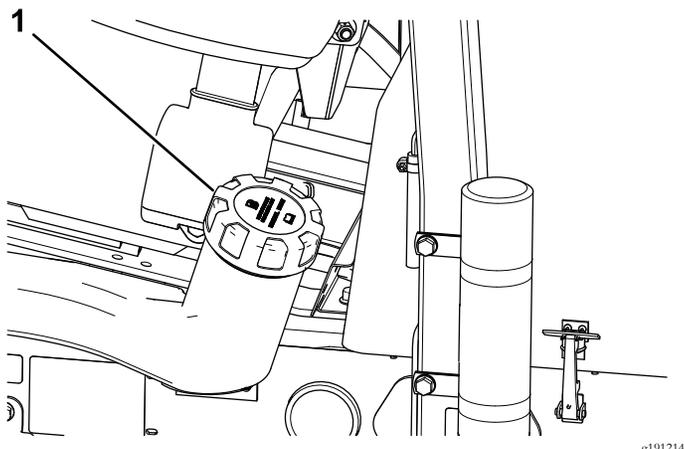

Рисунок 39
1. Очистите поверхность вокруг крышки топливного бака (Рисунок 39).